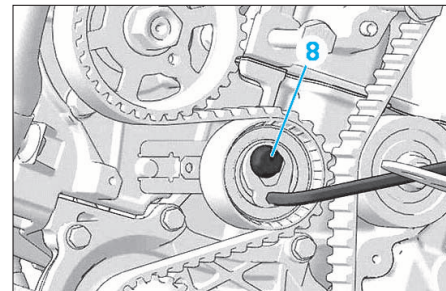

FIG. 11
- Desserrer la vis de fixation (8) du galet tendeur en retenant sa détente à l'aide d'une clé six pans (Fig.11).